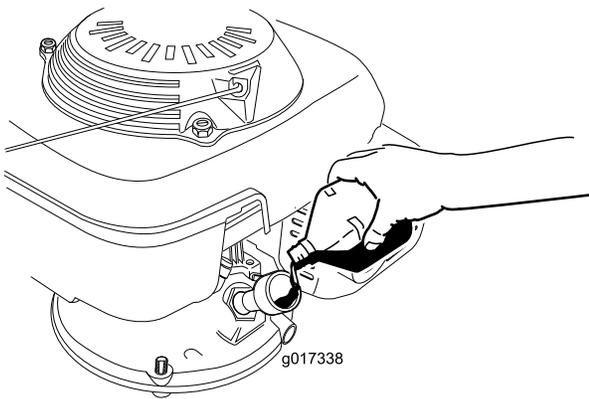

Figura 8
3. **Lentamente**, vierta aceite en el tapón de llenado de aceite, espere 3 minutos y compruebe el nivel de aceite en la varilla, limpiando la varilla e insertándola **sin enroscar** en el orificio (Figura 8).